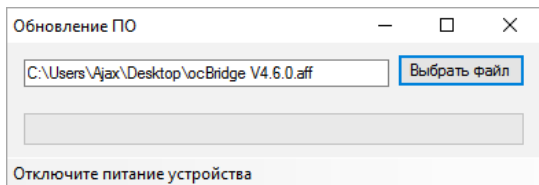

РИС. 26. Выбор файла прошивки приемника
7.2. ПО обновляется при помощи программы-конфигуратора. Если приемник подключен к конфигуратору, следует нажать кнопку «Отключиться» не отсоединяя осBridge физически от ПК. Затем в меню «Подключение» – «Настройка» выбираем порт, к которому подключен осBridge. После чего в выпадающем меню «Файл» необходимо выбрать пункт «Обновление ПО» и нажав кнопку «Выбрать файл» указать путь к файлу *.aff с обновленной версией ПО на диске (РИС. 26).